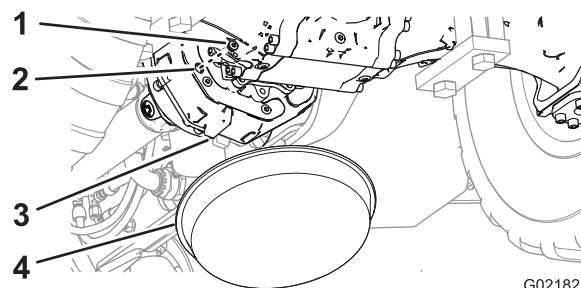

Рисунок 72
- Поместите сливной поддон под заднюю часть картера трансмиссии (Рисунок 72).
- Отверните пробку смотрового отверстия трансмиссии (Рисунок 72).
- Посмотрите сквозь смотровое отверстие и убедитесь, что уровень масла в трансмиссии находится на нижней части резьбы отверстия (Рисунок 72).
- Установите пробку в смотровое отверстие картера трансмиссии (Рисунок 72).